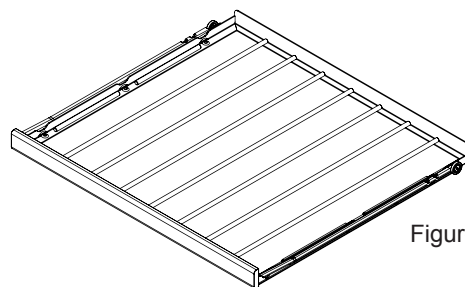

Figure 37
(2) fil étagère à vin (Voyez la Figure 37).